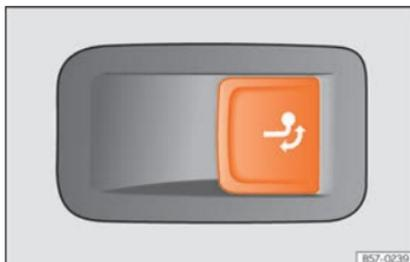

Fig. 213 No lado direito da bagageira: botão para desbloquear o gancho de reboque.
- Puxe o botão » » » Fig. 213 de forma breve. O gancho de reboque desbloqueia-se eletricamente e roda-se automaticamente para fora. A luz de controlo do botão pisca.
- Puxe o botão » » » Fig. 213 de forma breve. O gancho de reboque desbloqueia-se eletricamente.
- Se o aviso de controlo do botão » » » Fig. 213 → pisca, significa que o gancho de reboque ainda não encaixou corretamente ou está danificado » » » ⚠.
- Se a luz de controlo » » » Fig. 213 → permanecer acesa com a porta da bagageira aberta, o gancho de reboque está corretamente encaixado, tanto quando está retirado como quando está oculto.
- Não pressione nunca o botão » » » Fig. 213 quando tiver um reboque engatado ou estiver montado um porta-bagagens ou outros acessórios sobre o gancho de reboque.